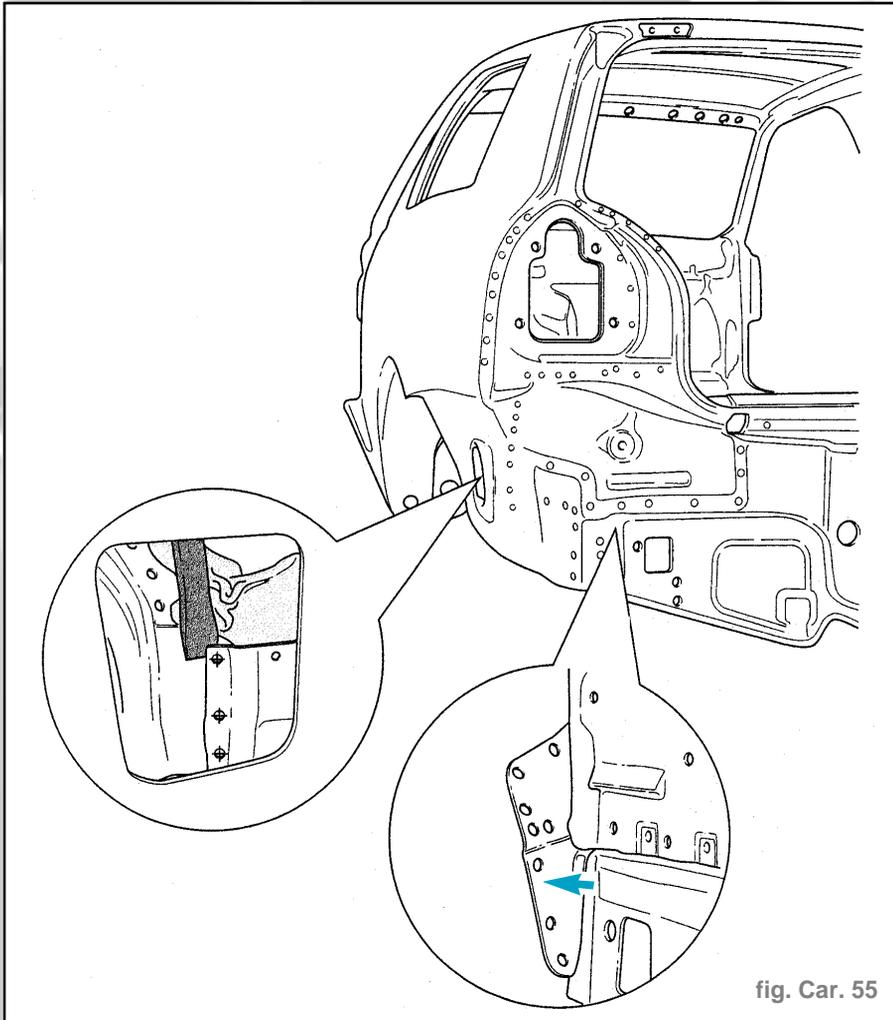

fig. Car. 55
- Dégrafer l'accostage d'origine (fig. Car. 55).